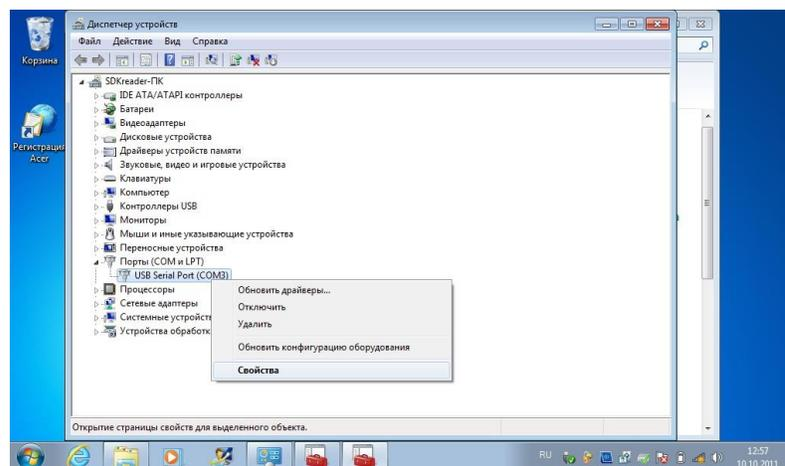

Рис. 9
17. Раскрываем раздел «Порты COM и LPT» и кликаем правой кнопкой мыши на пункте «USB Serial Port (COM3)» и выбираем пункт «Свойства» рис.9. Номер COM порта может отличаться от указанного в данном руководстве (в данном случае 3).